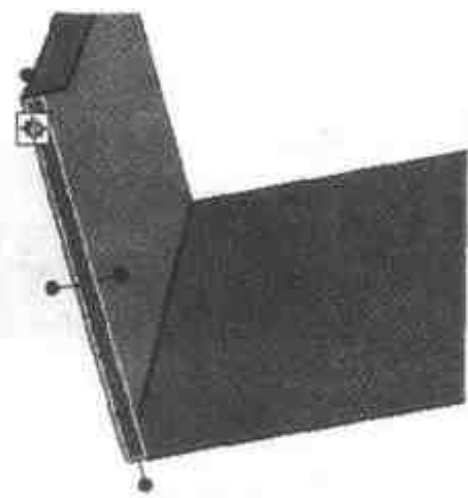

图 4.12 编辑包围盒
- (13) 单击【显示设计树】按钮, 将新生成的钣金零件展开, 单击最下方新生成的【增加板料】至智能图素状态。
- (14) 单击转换图标使【增加板料】进入包围盒状态。
- (15) 右击向右方内侧的智能手柄, 并将板料长度改为 4, 单击【确定】按钮, 结果如图 4.12 所示。